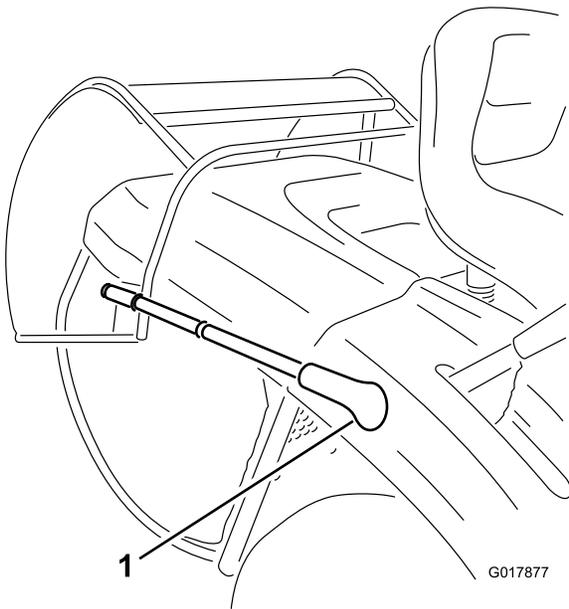

Bild 16
3. Ziehen Sie den Kipphebel des Heckfangsystems nach vorne und kippen Sie das Heckfangsystem (Bild 16).